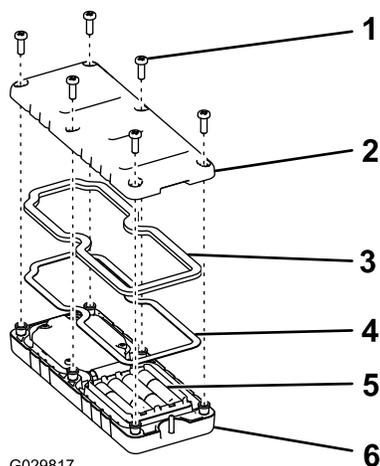

図 16
2. 新しい電池を入れる 向きに注意すること 図 16。
3. スチール製のガスケットとゴム製のシールをリモートの溝にきちんとはめ、バックカバーを取り付ける (図 16)。
4. ねじ6本を使ってカバーを固定し 図 16、各ねじを 1.5 - 1.7 Nm / 0.15 - 0.17 kgm = 13 - 15 in-lb にトルク締めする。